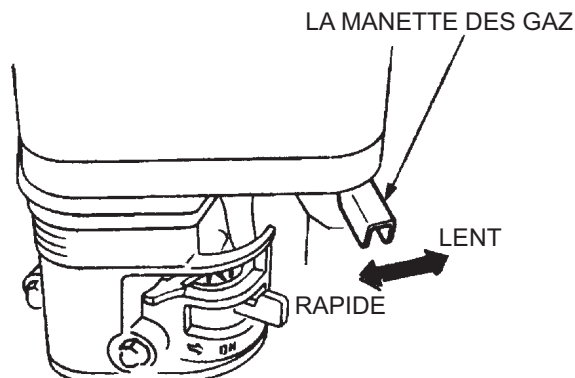

**Figure 21. Levier de starter**
- Placez le levier de starter (Figure 21) en position « FERMÉ ».
8. Si le moteur a démarré, ramenez lentement le levier de starter (Figure 21) en position « OUVERT ». Si le moteur n'a pas démarré, répétez les étapes 1 à 7.